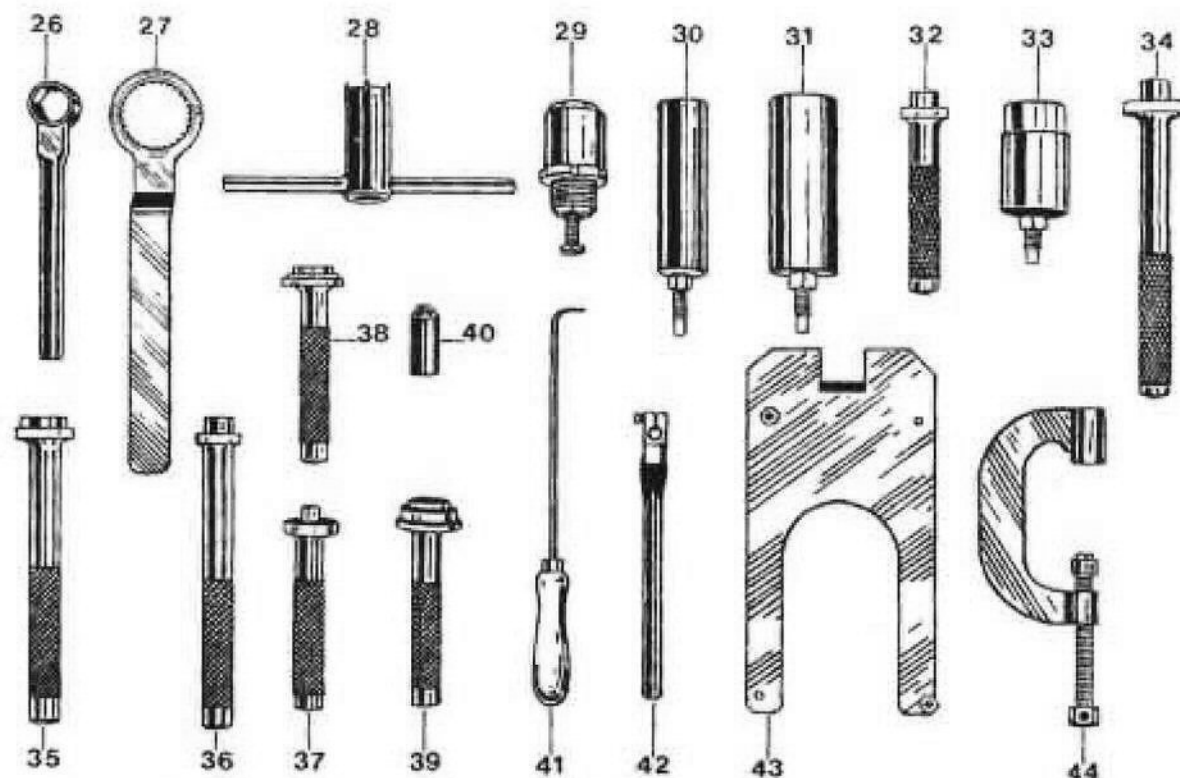

Fig. 5/1
**ATTREZZATURA SPECIFICA PER SMONTAGGIO E MONTAGGIO**(vedere pag. 13) **CAMBIO A CINQUE MARCE per tipo G.T. 850** (vedere fig. 5/1)
Per smontare il cambio nei suoi elementi, operare come segue: porre in morsa il supporto scatola cambio n. 14929600 (43 di fig. 5/1) e montare sul supporto il cambio completo.